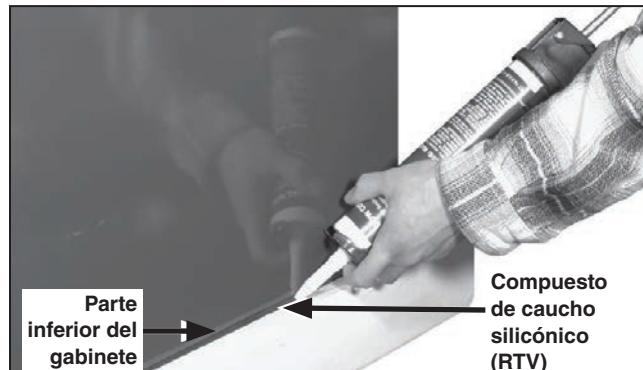

Figura 46. Calafatee alrededor de la parte inferior del gabinete.
- PASO 1.** Para terminar la instalación, calafatee alrededor de la parte inferior de gabinete; se recomienda un compuesto impermeable de caucho silíconico que vulcanice a temperatura ambiente (RTV). Ver Figura 46.